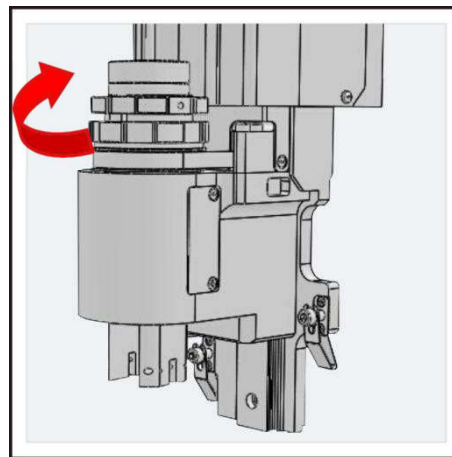

Рис. 28
- Убедитесь, что держатель большого биговального диска встал на место в режущей головке, затем затяните винт на головке по часовой стрелке (рис. 28).